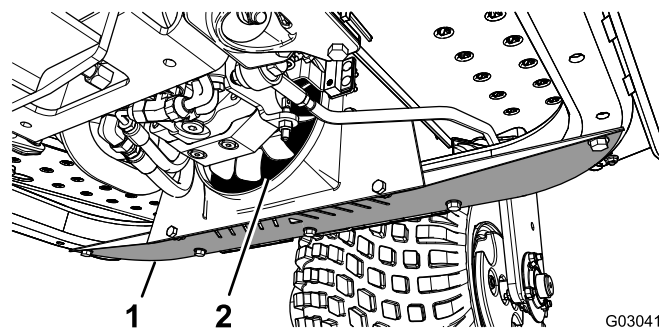

Figura 45
1. Remova o resguardo inferior (Figura 45).
2. Utilizando uma vareta, sobre ar comprimido entre as pás da ventoinha (Figura 45) para forçar o material a sair pela direção em que entrou.